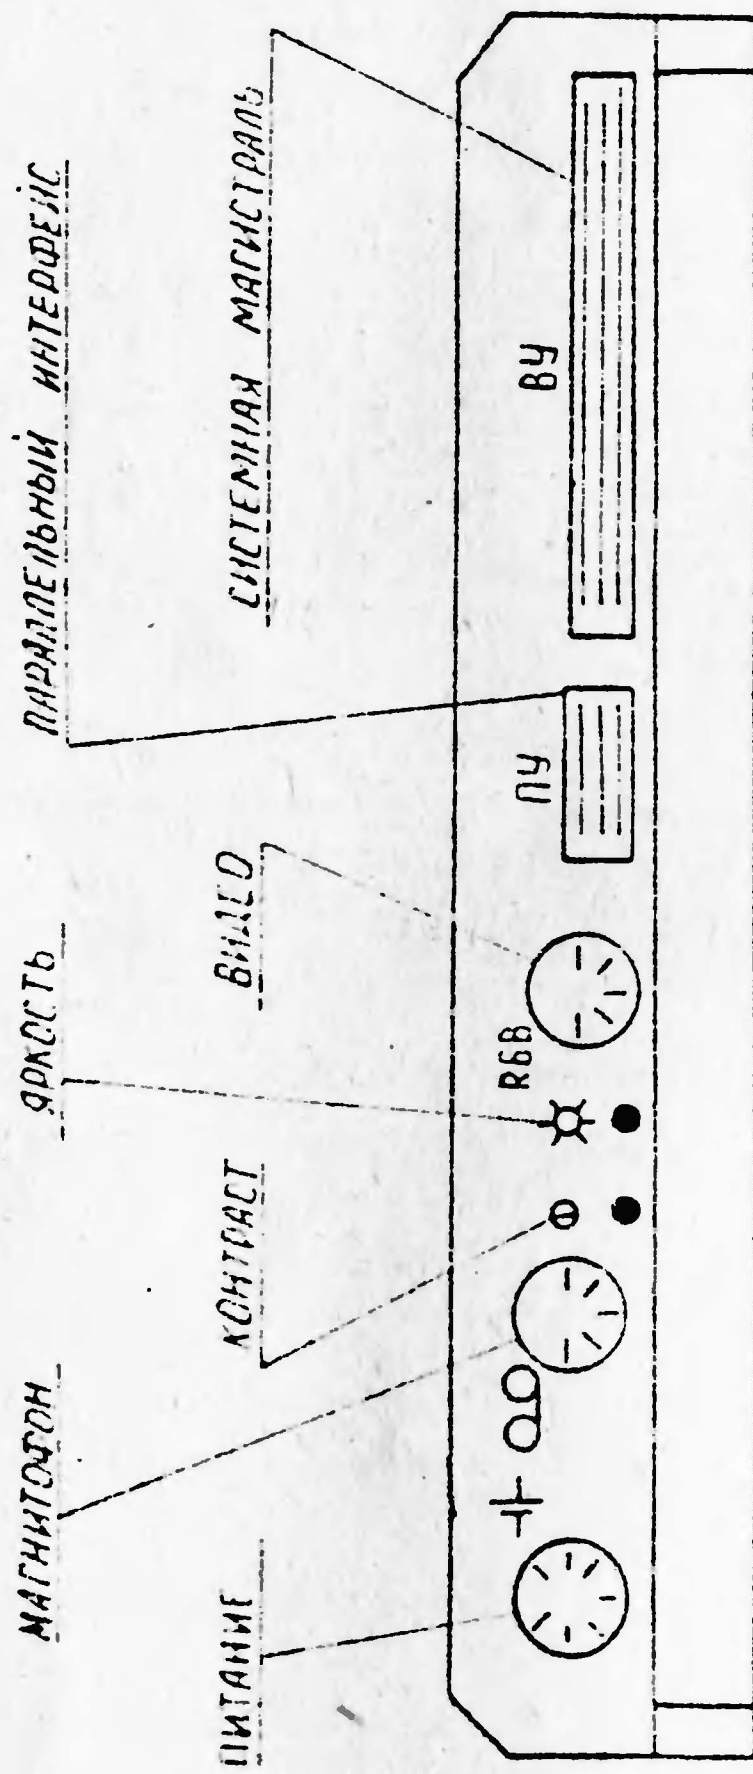

Рис. 2
3) подключите кабели устройств (маркировка соединителей БПЭВМ указана на корпусе - см.рис.2) в следующей последовательности: